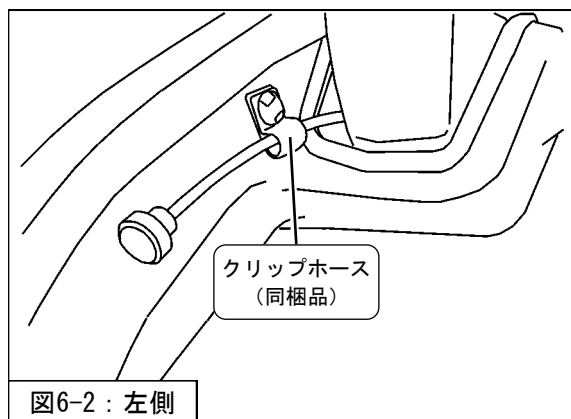
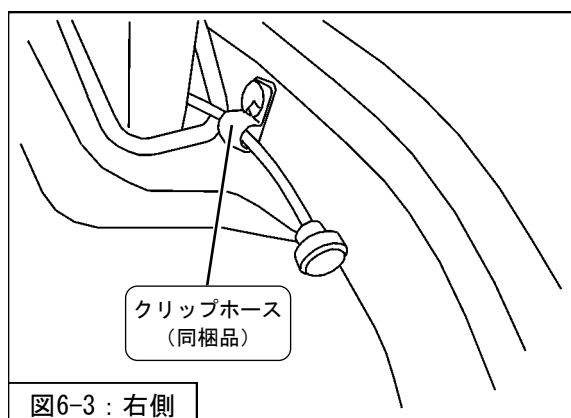
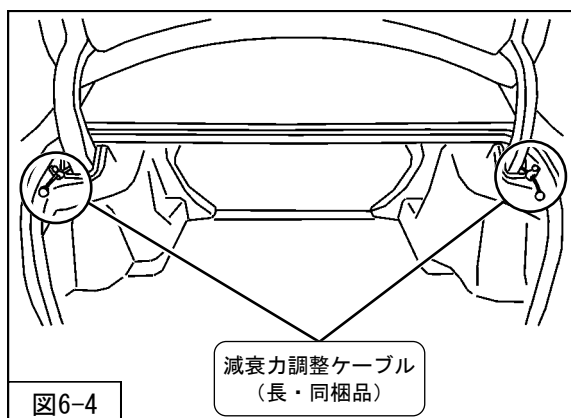

図6-2：左側
図6-3：右側
図6-4
4. クリップホース(同梱品)を使用して、ケーブルをトランク内装に固定してください。(図6-2・図6-3・図6-4)